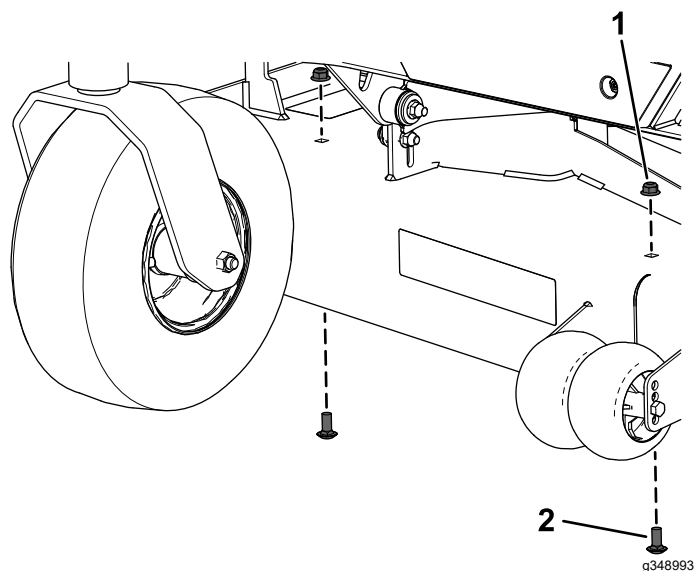

Figura 3
2. Retire los 2 pernos de cuello cuadrado y las 2 contratuercas en la parte delantera de la carcasa de la segadora (**Figura 3**).